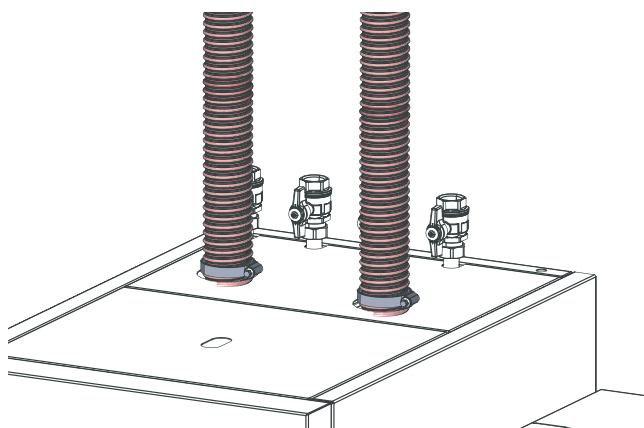

Fig. 23 Montaggio dei tubi flessibili di alimentazione e dell'aria di recupero
- ▶ Inserire le fascette sui tubi flessibili e collegare – Fig. 23.